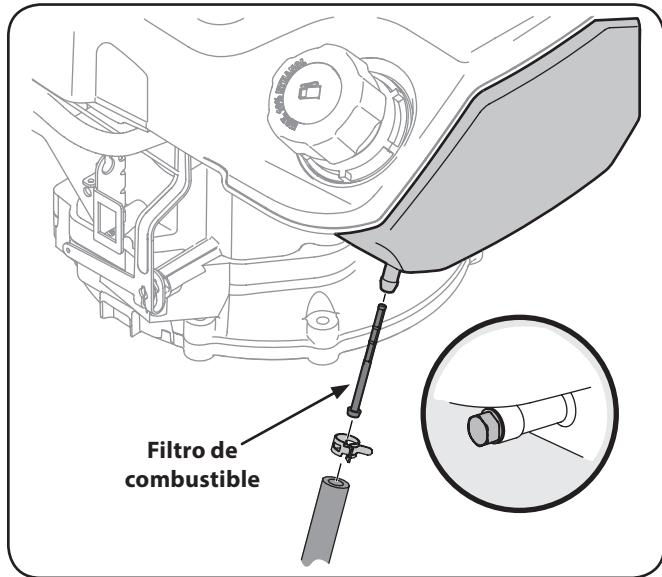

Figura 6-8
- Quite la c-abrazadera de la línea de combustible y quite la línea de combustible de la salida de tanque. Ver la Figura 6-8.
- Agarre el nuevo filtro de combustible a partir del final llevado a hombros e insértelo completamente al hombro en la salida de tanque. Ver la inserción de la Figura 6-8.